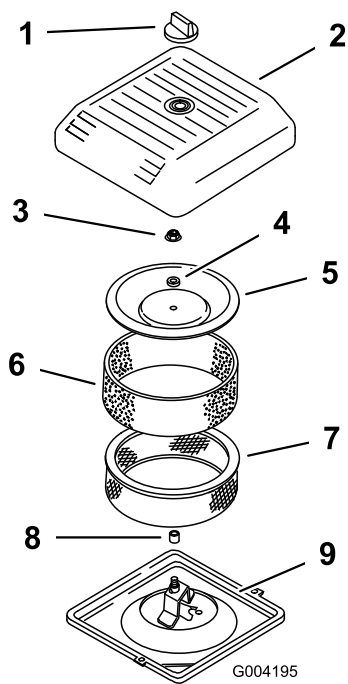

Bild 39
3. Schrauben Sie das Handrad ab und entfernen Sie die Luftfilterabdeckung (Bild 39).
- Schieben Sie den Schaumvorfilter vorsichtig vom Papiereinsatz herunter (**Bild 39**).
- Schrauben Sie die Abdeckungsmutter ab und nehmen Sie die Abdeckung und den Papiereinsatz ab (**Bild 39**).
- Schieben Sie den Luftfilter auf das Luftfilterunterteil (**Bild 39**).
- Setzen Sie die Abdeckung und das Distanzstück auf und befestigen Sie sie mit der Flügelmutter (**Bild 39**). Ziehen Sie die Mutter auf 11 N·m an.
- Setzen Sie die Luftfilterabdeckung ein und befestigen Sie sie mit dem Handrad (**Bild 39**).